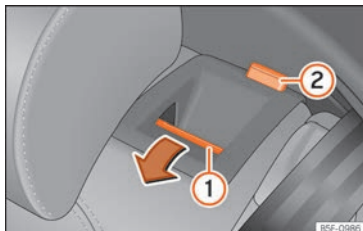

Fig. 151 En el respaldo del asiento trasero: tecla de desbloqueo (1); marca roja (2)
- Pulse la tecla de desbloqueo » **fig. 151** (1) hacia delante y, al mismo tiempo, abata el respaldo. El respaldo trasero está desbloqueado cuando se ve una marca roja en la tecla (2).